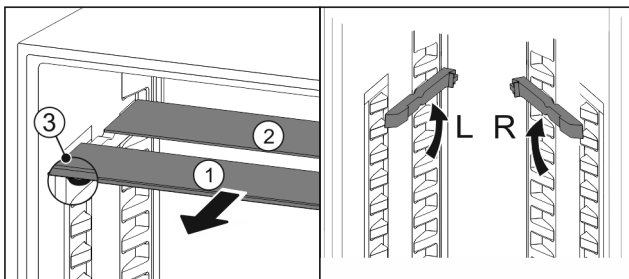

Fig. 62
- ▶ Glasplatten einzeln nach vorne herausziehen Fig. 62 (1).
- ▶ Glasplatte Fig. 62 (1) mit Zierleiste liegt vorne.
- ▶ Stopps Fig. 62 (3) zeigen nach unten.